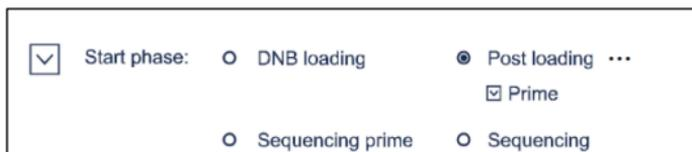

Figura 8-1: Selecione reiniciar pós-carregamento
- Se iniciar a partir do pós-carregamento principal, selecione “Prime” conforme a Figura 8-1, caso contrário, se iniciar a partir da etapa de pós-carregamento, não selecione “Prime”.